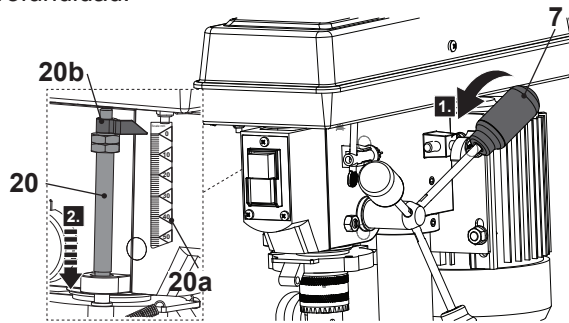

Fig. 13
1. Gire la palanca de avance (7) para bajar la broca hasta la profundidad deseada (Fig. 13, paso 1), hasta que la línea de señalización roja (20b) se alinee con el valor deseado en el medidor de escala (20a) (Fig. 13, paso 2).
2. Vuelva a colocar el mango de avance (7) en su posición inicial.